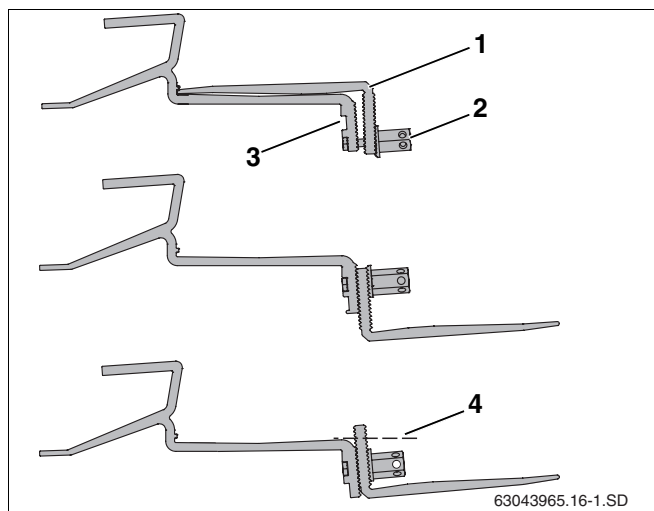

Рис. 17 Установка нижней части кровельного крюка
- Отвернуть гайку (рис. 17, поз. 2).
- Вставить винт в верхнее отверстие (рис. 17, поз. 3).
- Свободно закрепить нижнюю часть кровельного крюка (рис. 17, поз. 1). Пока только слегка затянуть соединение.